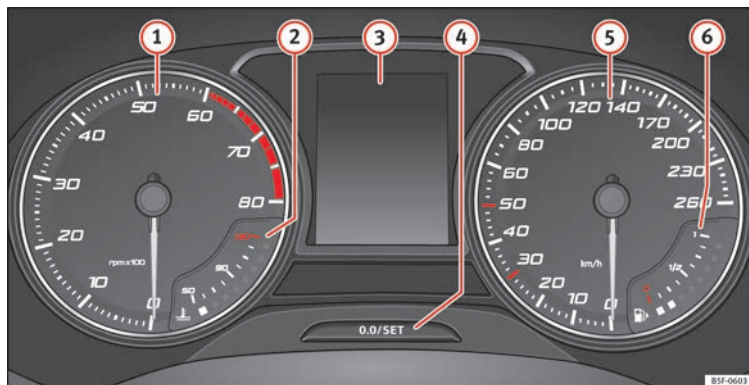

Bild 113 Kombiinstrumentet på instrumentbrädan
Varvräknaren visar antalet motorvarv per minut » **bild 113 ①**.
Låt aldrig varvräknarens nål ① » **bild 113** gå in i den röda zonen på mätaren i mer än mycket korta perioder. Annars finns det risk att motorn skadas.
Olika typer av information kan visas på instrumentpanelens display » **bild 113 ③**, beroende på aktuell utrustning:
- Tryck snabbt ner knappen » **bild 113 ④** för att återställa färdminnet till 0.
- Håll knappen ④ nertryckt i ca 3 sekunder så visas det tidigare värdet på nytt.
- För att ställa in tiden hålls knappen **» bild 113 ④** nertryckt i mer än 3 sekunder för att välja timma eller minut.
- För att fortsätta ställa in tiden trycker du på den övre eller nedre delen av knappen **④**. Håll ned knappen för att rulla genom minuter snabbt.
- Tryck ner knappen **④** igen för att slutföra inställningen av tiden.
Håll knappen **» bild 113 ④** nertryckt i mer än 15 sekunder för att visa motorns identifieringsbokstäver (MKB). För att göra detta måste tändningen vara påslagen och motorn avstängd.
Kylmedelstemperaturmätaren **②** » **bild 113** fungerar bara med tändningen påslagen. Var vänlig läs följande information om de olika temperaturområdena för att undvika skador på motorn.